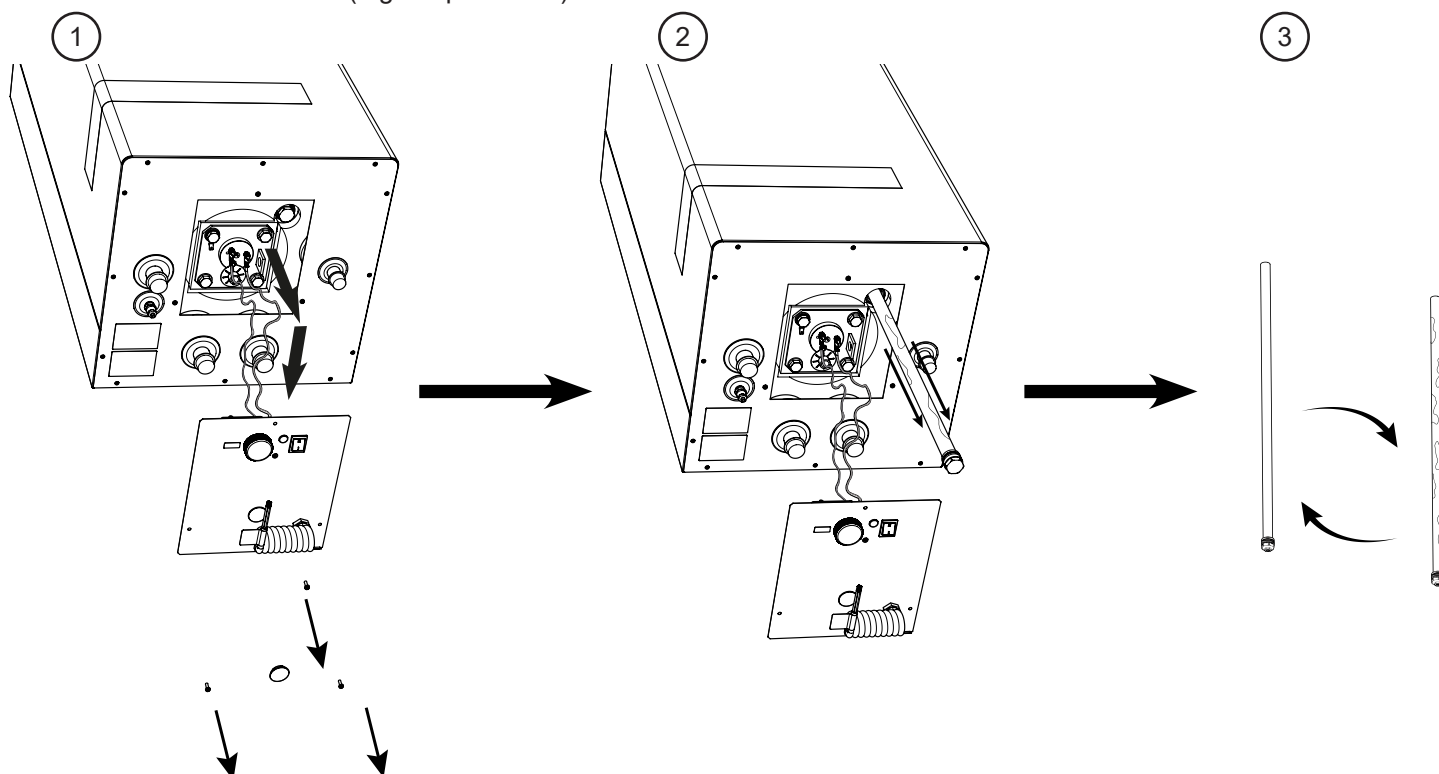

Fig.22 Udskiftning af magnesiumanode i beholderne QME 60, QMC 100, QME 100, QMC 150 BIG, QME 150
Udskiftning af magnesiumanode i beholderen QMC/QMC BIG/QME (se Fig. 22):
3. Afmontere kabinetets dæksel og anbring det i en sikker afstand, uden at afbryde kabelforbindelserne. (Fig. 22 position 1).
4. Ved hjælp af en topnøgle skrues den brugte magnesiumanode ud (Fig. 22 position 2).
5. Udskift magnesiumanode med en ny (Fig. 22 position 3).